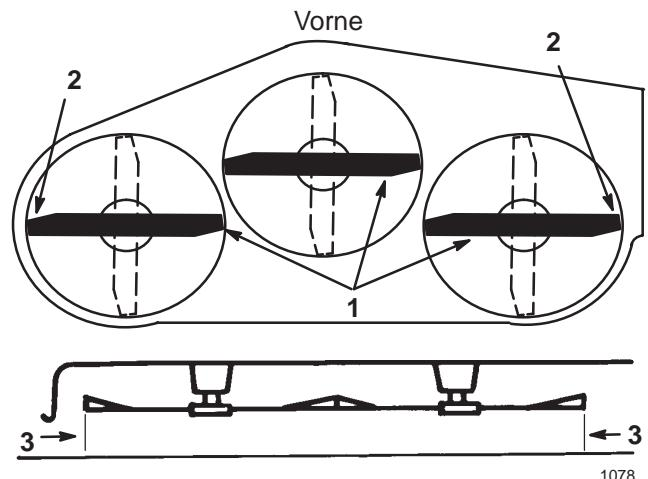

Bild 38
4. Drehen Sie die Schnittmesser vorsichtig von einer Seite zur anderen (Bild 38). Messen Sie den Abstand zwischen den äußeren Schneidkanten und der ebenen Oberfläche (Bild 38). Wenn beide Messwerte mehr als 4,75 mm voneinander abweichen, ist eine Einstellung erforderlich. Siehe Schritte 5 und 6.